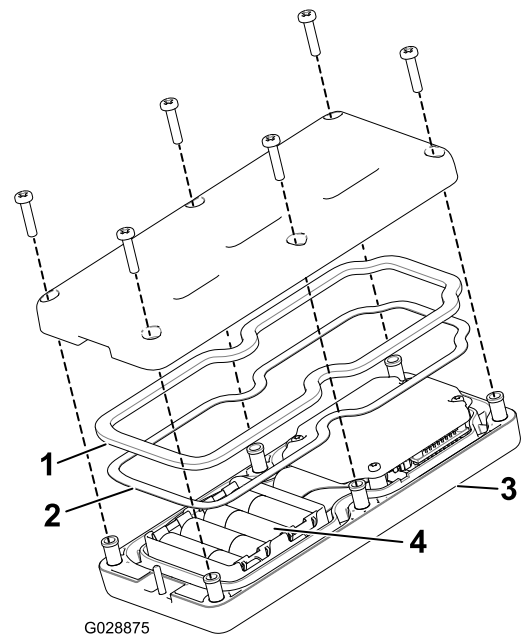

Figure 49
3. Retirez les 6 vis au dos de la télécommande et déposez le couvercle (Figure 49).
5. Placez les piles dans l'emplacement du logement en respectant la polarité. Les marquages de polarité sont gravés sur le logement pour chaque borne (Figure 49).
6. Si vous enlevez accidentellement le joint en caoutchouc et le joint en acier, remettez-les avec précaution dans la gorge de la télécommande portable (Figure 49).
7. Remettez le couvercle en place et fixez-le avec les 6 vis retirées précédemment (Figure 49), serrées à un couple de 1,5 à 1,7 N·m.